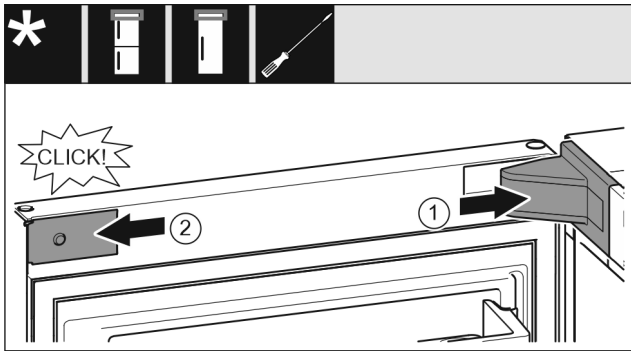

Fig. 33
- Vendosni kapakun mbulues të bazamentit mbështetës Fig. 33 (1) dhe mbërthejeni në vend, duke i ndarë nga njëri-tjetri nëse nevojitet.
- Vendosni panelin mbulues Fig. 33 (2) anash dhe mbërthejeni në vend.